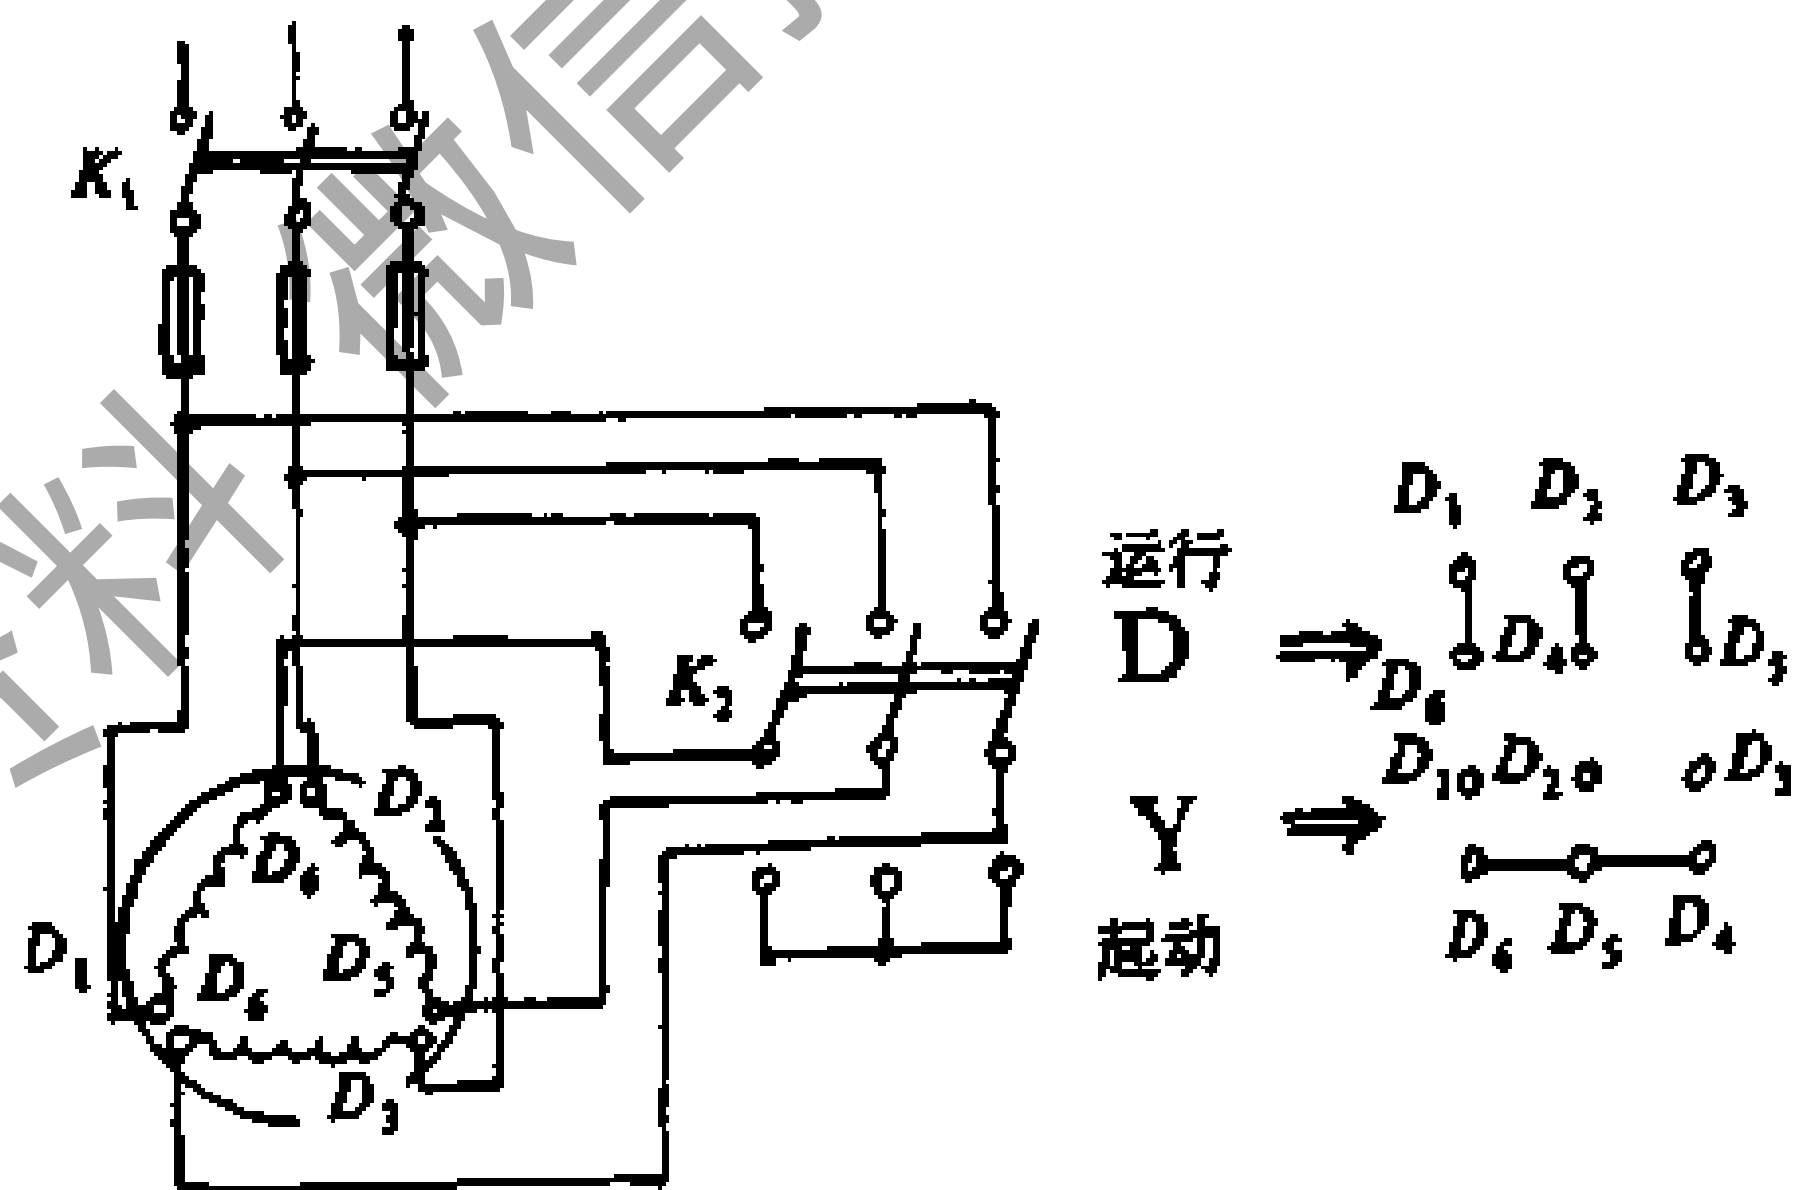

图 4-21 三相异步电动机的“Y-D”起动原理图
(3) 星形—三角形 (Y-D) 降压起动：凡正常运行时定子绕组为三角形接线的异步电动机，都可以采用这种起动方法（图 4-21）。